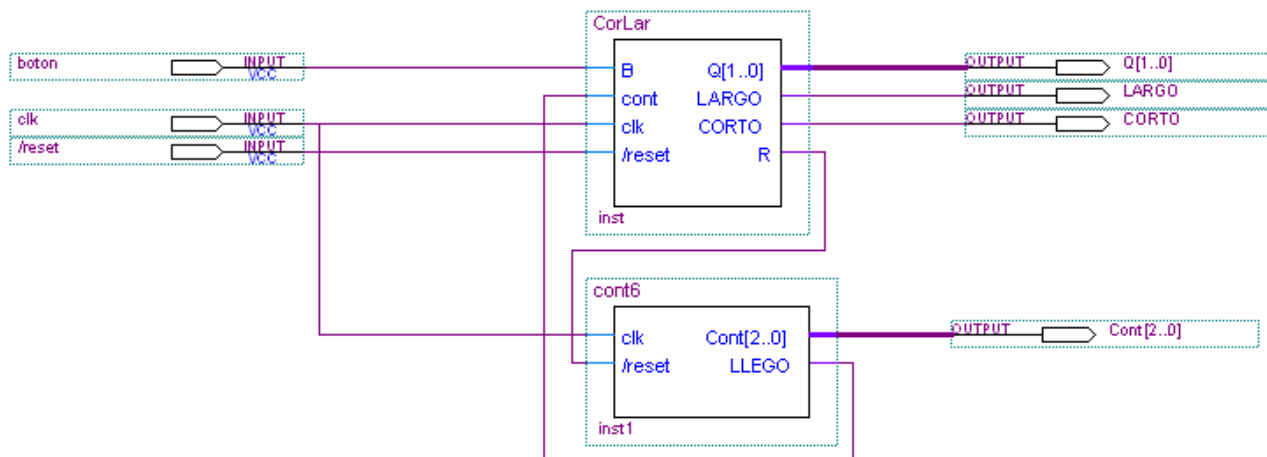

Figura 3: Esquema del circuito CortoLargo
Para obtener **CortoLargo** se debe diseñar un circuito secuencial modo reloj **CorLar** que utilice **cont6** y se conecte según se indica en la figura 3.
- Para mayor claridad, se puede generar un proyecto **CorLar** y crear el bloque correspondiente utilizándolo en **CortoLargo** como se indica en la figura 3.